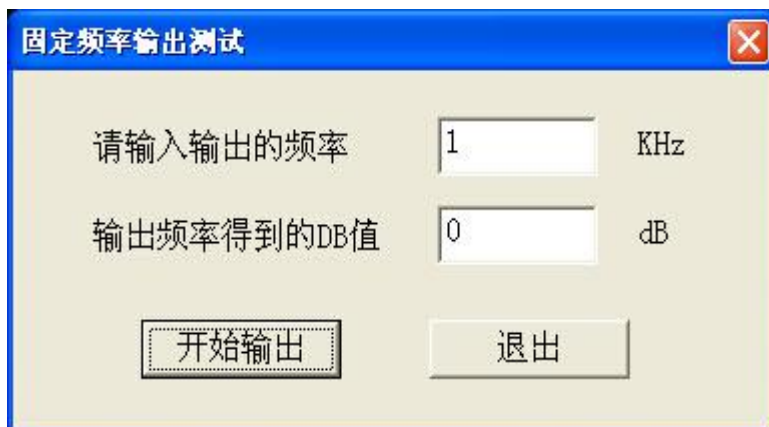

图 35
1.3.5 固定频率输出测试，选择此项目后，会打开一个要求输入输出频率的对话框，如图 35。选择“开始输出”将显示输出后得到的 dB 值，这个功能主要用来提供外部仪器检测本仪器的频率和幅值的精确度。